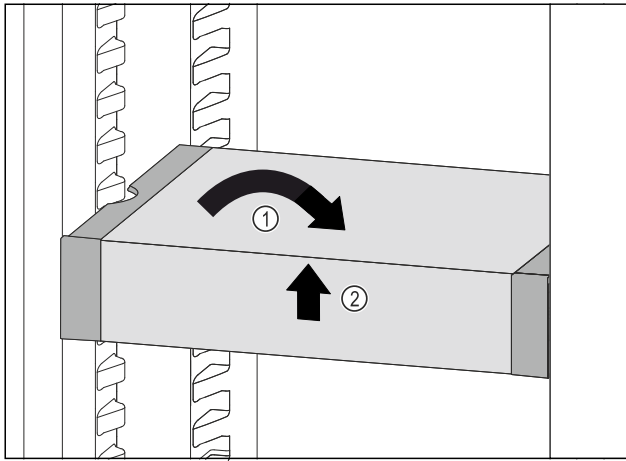

Fig. 72
- ▶ Remettre le VarioSafe droit. Fig. 72 (1)
- ▶ Soulever la partie avant du VarioSafe. Fig. 72 (2)